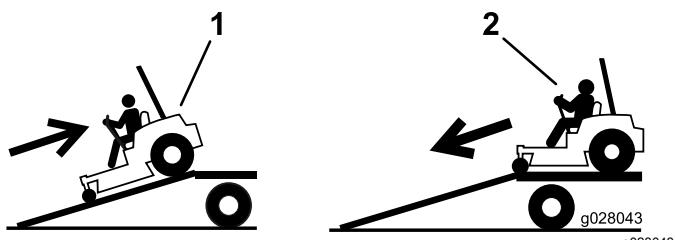

**Figura 28**
5. Amarre la máquina junto a las ruedas giratorias delanteras y el guardabarros trasero (Figura 28).